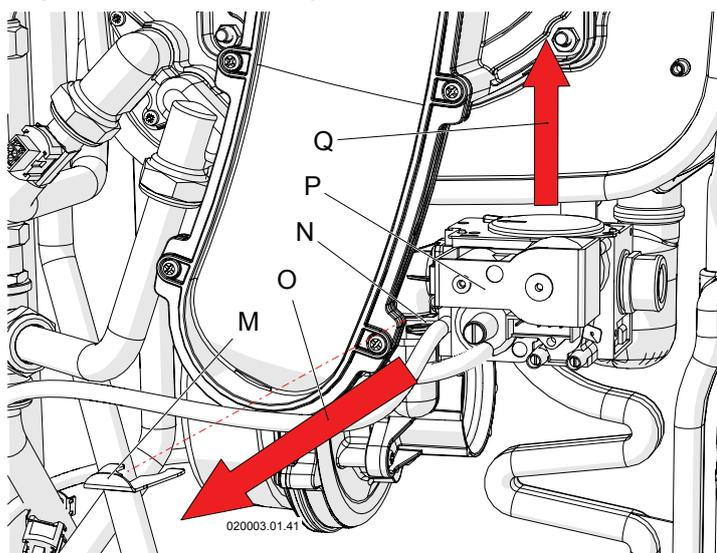

Figura 6-4 - Desmontaje de válvula del gas
- 8.- Extraiga el muelle de apriete "M" de su alojamiento "N" liberando la válvula "P" (véase la Figura 6-4);
- 11.- Vuelva a montar la válvula del gas (véase la Figura 6-4, detalle "P"), asegurándose de colocar de nuevo el muelle "M".